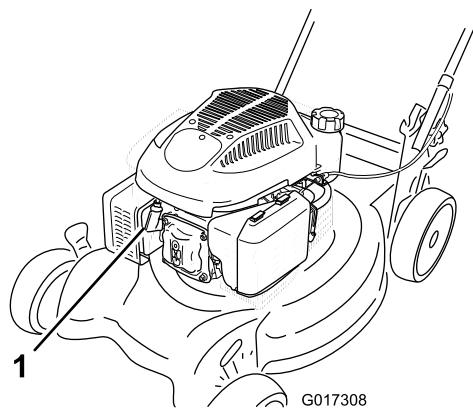

Рисунок 25
- Отсоедините провод от свечи зажигания (Рисунок 25), прежде чем выполнять любые процедуры технического обслуживания.